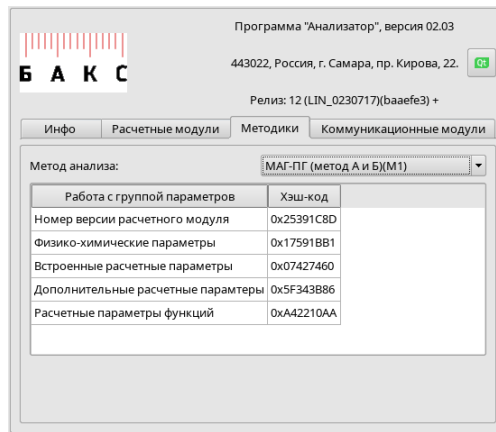

Рис.2.2-2
- На вкладке «Методики» при помощи выпадающего списка возможно выбрать расчётную методику комплекса, отображение номера версии которой в данный момент осуществляется. Вид диалога представлен на Рис.2.2-2.